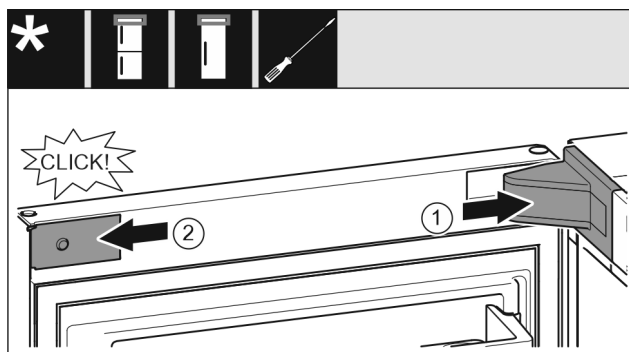

Fig. 20
- ▶ Τοποθετήστε και κουμπώστε το κάλυμμα του στηρίγματος, ενδεχ. αποσυμπιέστε το προσεκτικά. Fig. 20 (1)
- ▶ Εφαρμόστε στο πλάι το διακοσμητικό κάλυμμα και κουμπώστε το. Fig. 20 (2)